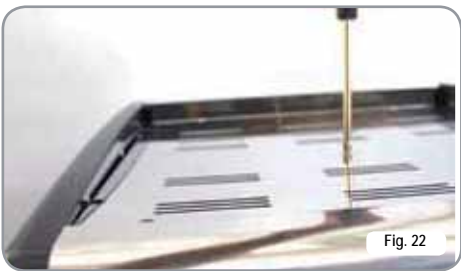

Fig. 22
- desenrosque el tornillo central del panel superior (Fig. 22);